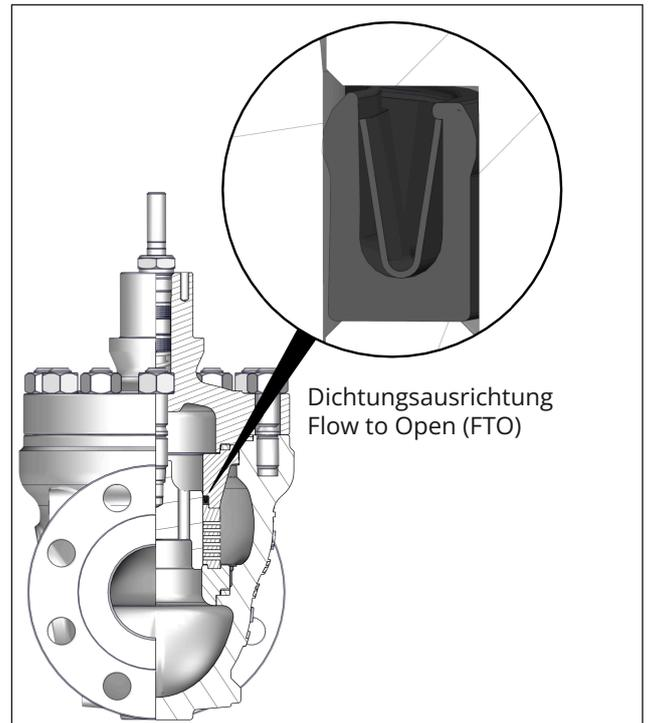

Bild 35: Ausrichtung der Dichtung (45) am Käfig bei Durchflussrichtung FTO (Flow to Open)
3. Neuen Spiraldichtring (127) im Sitzbrückenbereich im Gehäuse (1) einlegen.
4. Sitz (4) auf den Spiraldichtring (127) in das Gehäuse (1) einsetzen.
5. Käfig (424) in das Gehäuse (1) einführen und auf dem Sitz (4) positionieren. Dabei den Käfig (424) so im Ventilgehäuse ausrichten, dass das größte Fenster zum Ventilausgang zeigt.
6. Kolben (5) mit Kolbenstange (36) senkrecht durch den Käfig (424) in das Ventilgehäuse (1) einführen und auf dem Sitz (4) positionieren.
7. Neue Dichtung (45) am Zylinder (463) einsetzen. Dabei die korrekte Ausrichtung der Dichtung beachten, vgl. Bild 35.
8. Zylinder (463) mit Dichtung (45) über die Kolbenstange (36) auf den Käfig (424) aufsetzen.
9. Neuen Spiraldichtring (126) am Zylinder (463) einlegen.
10. Neuen Spiraldichtring (17) im Gehäuse (1) einlegen.